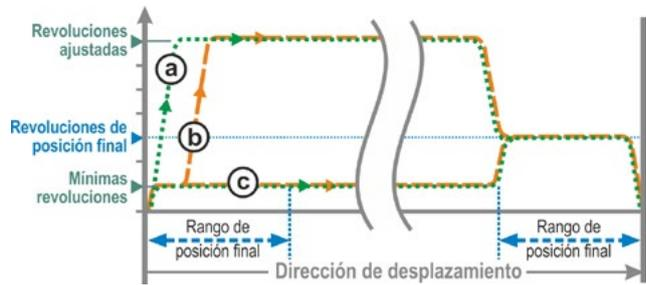

Fig. 2: Revoluciones de posición final "inicio rápido"
- Con apagado **sujeto al recorrido** se conmuta inmediatamente a las revoluciones ajustadas, para conseguir un tiempo de recorrido lo más breve posible. Ver también fig. 2, curva **a**.